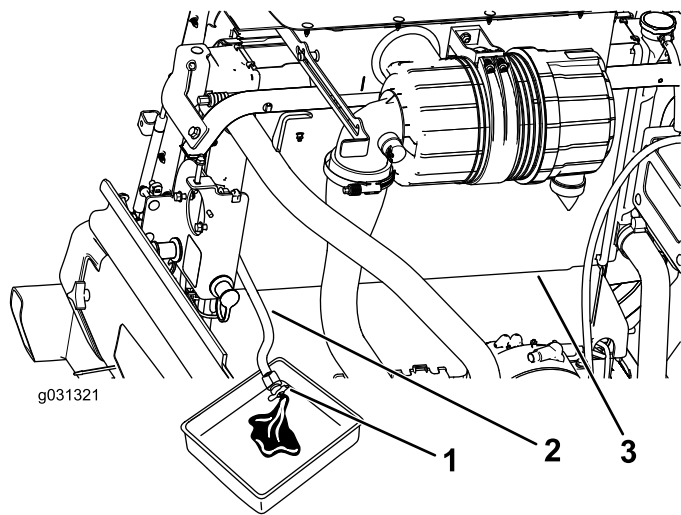

Figura 90
3. Con il flessibile di spurgo del radiatore posizionato in una bacinella, aprire la valvola di spurgo sul flessibile del radiatore e spurgare il fluido in una bacinella (Figura 90).
4. Chiudete la valvola sul flessibile di spurgo del radiatore (Figura 90).